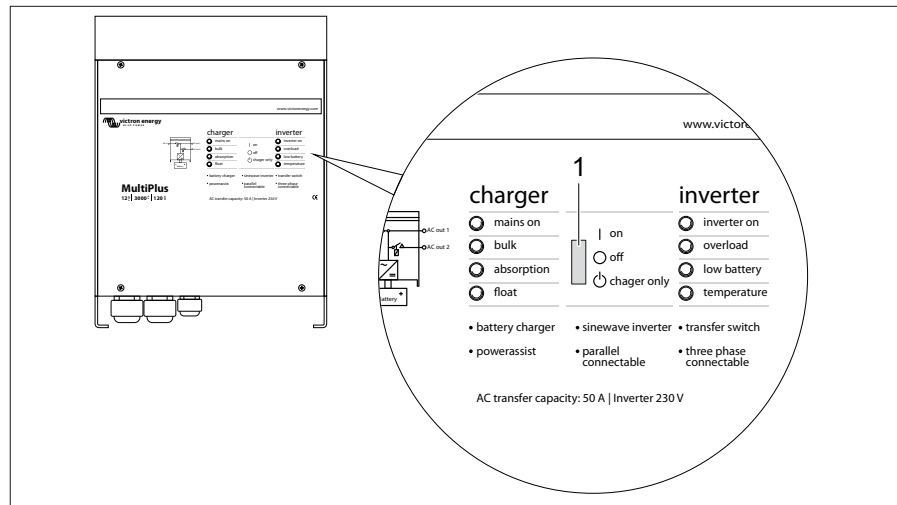

Bild 195 Wechselrichter MultiPlus
Zur ordnungsgemäßen Funktion des Digital Multi Control Panels muss der Kippschalter am Wechselrichter MultiPlus (Bild 195,1) auf "on" stehen.
(Bild 195,1)
- ▷ Liegt kein 230-V-Anschluss an und das Fahrzeug wird länger nicht benutzt, muss der Kippschalter (Bild 195, 1) auf "off" stehen. Ansonsten kann es sein, dass die Batterien nach spätestens 3-4 Tagen leer sind.